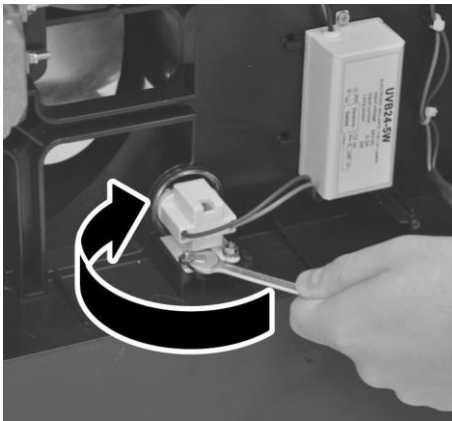

Abb. 38: Muttern der Lampenfassung anziehen
- 7.** ▶ Muttern mit Gabelschlüssel SW 7 festziehen (Abb. 38).